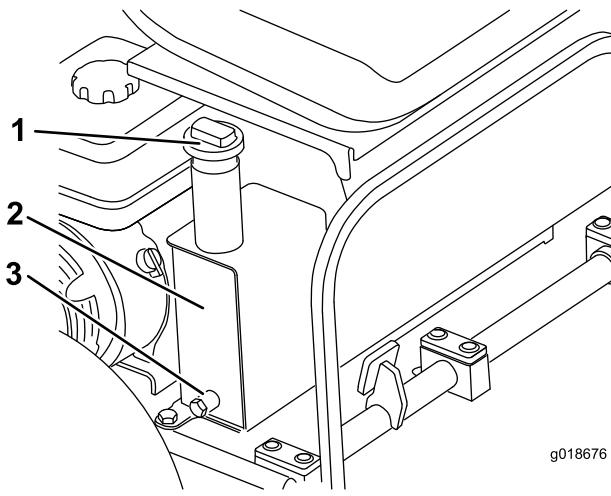

Bild 20
- B. Entfernen Sie die Kappe von der Oberseite des Ölbehälters (Bild 20).
1. Stellen Sie eine Auffangwanne unter die Ölabblassschraube am Ölbehälter (Bild 20).
2. Entfernen Sie die Ablassschraube von der Behälterseite (Bild 20).
7. Schrauben Sie den Ölbehälterdeckel ab (Bild 20).